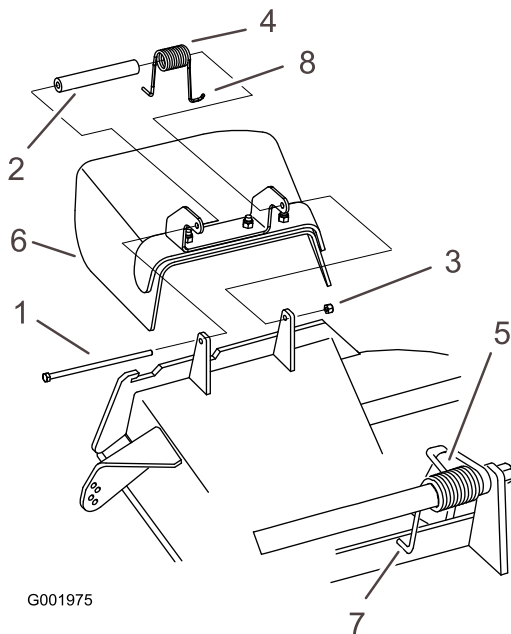

Bild 60
1. Entfernen Sie die Sicherungsmutter, Schraube, Feder und das Distanzstück, mit denen das Ablenkblech an den Drehhalterungen befestigt ist (Bild 60).
Hinweis: Achten Sie darauf, dass ein J-förmiges Federende hinter der Mähwerkseite installiert wird, bevor Sie die Schraube wie in Bild 60 gezeigt einsetzen.
3. Setzen Sie die Schraube und Mutter ein. Führen Sie ein J-Hakenende der Feder um das Ablenkblech (Bild 60).